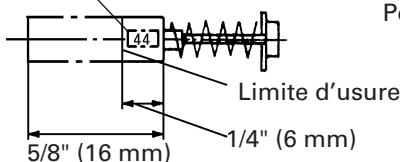

Fig. 13
2. Inspection des balais en carbone (Fig. 13 et 14)
En conséquence, inspecter périodiquement les balais, et les remplacer lorsqu'ils ont atteint la limite d'usure, comme indiqué à la Fig. 13.